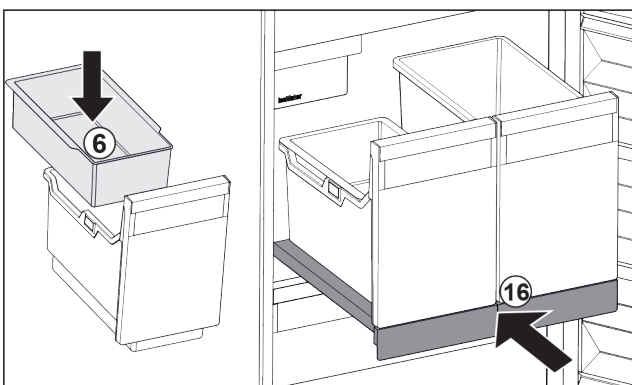

Fig. 130
- ▶ Einhängeschale Fig. 130 (6) für Eiswürfel einsetzen.
- ▶ Auszugsbord mit Behälter (IceTower) einschieben. Fig. 130 (16)